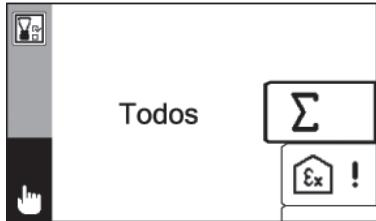

Fig. 11: Aparelho utilizado detectado (aqui: modo de operação Manual, menu Verificação do funcionamento)
- Surge o menu **Verificação do funcionamento** (fig.11) logo que o dispositivo de ensaio deteta o equipamento.